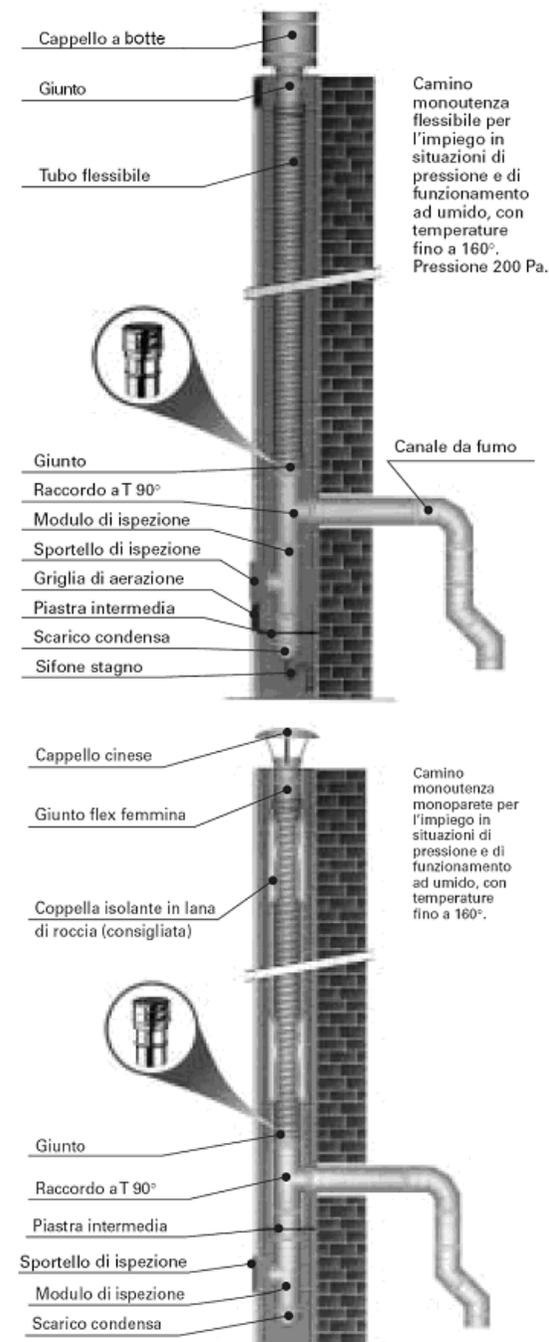

FIG. 3 Installazione per condotti intubati funzionanti in pressione positiva.
Schema di montaggio per condotti lavoranti in pressione positiva fino a 200 Pa (Fig. 3)
- Posizionare il manicotto FLEX tra gli elementi rigidi e il condotto flessibile come illustrato nella fig. 3.